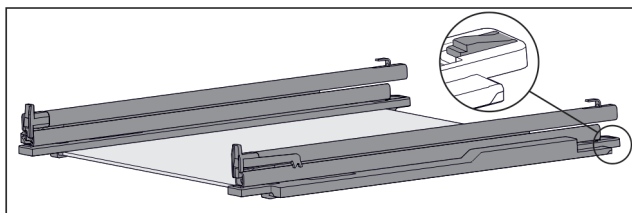

Fig. 126 Skleněná deska s kolejničkami a přídržnými díly
- ▶ Přídržný díl vzadu stlačte dolů (viz Fig. 126) a současně zasuněte kolejničku dozadu.